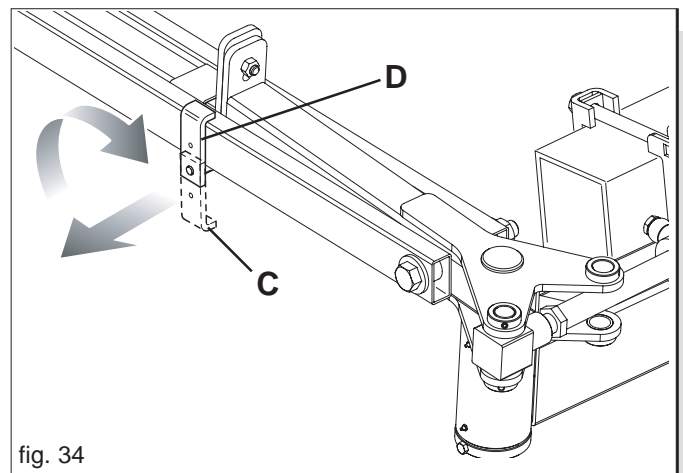

fig. 34
Den Feststeller bei der Arbeit in Position (C, Abb. 34) belassen, damit der Spurreißerarm der Bodenoberfläche folgen kann. Vor dem Schließen des Geräts in Transportstellung den Spurreißerarm sperren, indem der Feststeller in Position (D) gedreht wird.